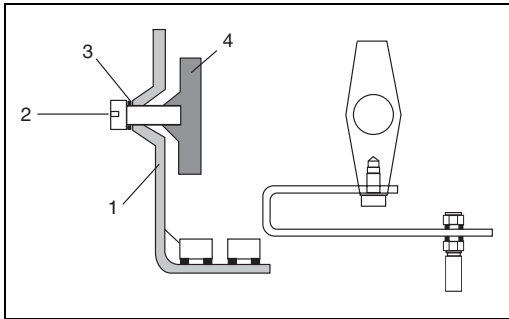
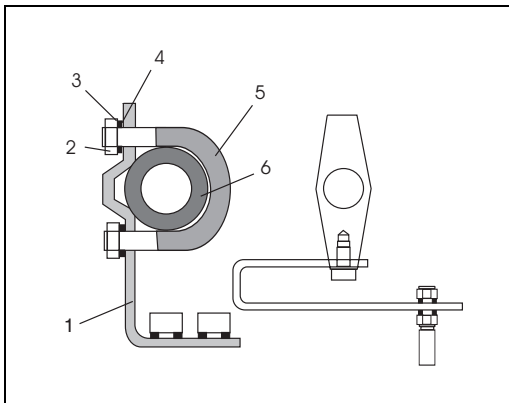

Bild 4 Anbau an Gussrahmen
Bild 5 Anbau an Säulenjoch
Montieren Sie den Anbauwinkel (1) mit den Schrauben und Federringen (2, 3) an den Stellungsregler und an den Gussrahmen bzw. die Säulenstangen des Stellantriebes. Gehen Sie dabei vor, wie in Bild 4 und Bild 5 dargestellt.